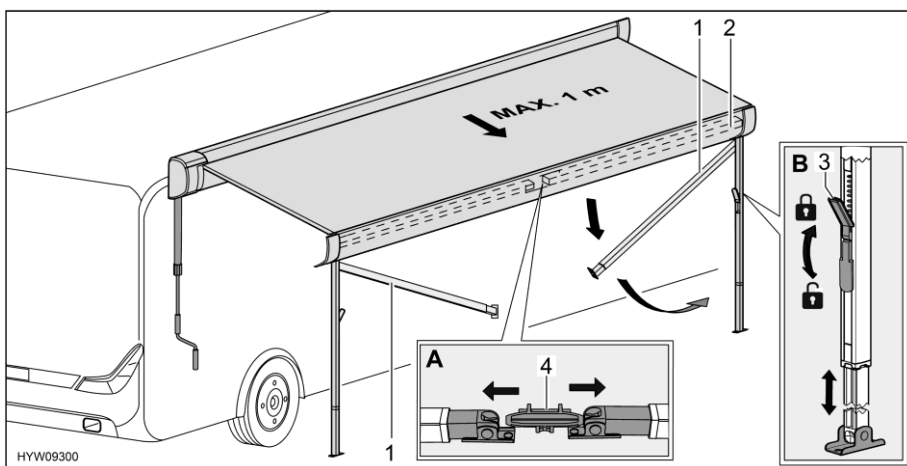

Fig. 26 Preparar los pies de apoyo
- Separar los pies de apoyo (Fig. 26,1) del soporte (Fig. 26,4) en el listón frontal (Fig. 26,2). Para ello, empujar los pies de apoyo ligeramente hacia fuera (Fig. 26,A).
- Soltar los bloqueos (Fig. 26,3) de los pies de apoyo. Para ello, plegar hacia abajo la palanca de bloqueo.
- Extraer la parte inferior de los pies de apoyo a la longitud deseada (Fig. 26,B).
- Cerrar los bloqueos (Fig. 26,3) de los pies de apoyo. Para ello, plegar hacia arriba la palanca de bloqueo.